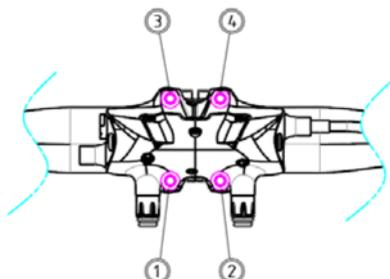
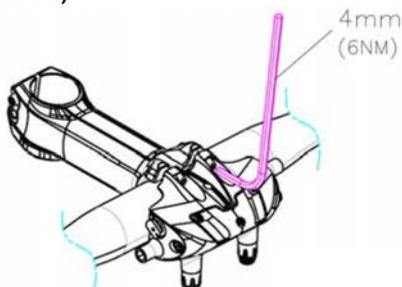

Figura E-1 Sequenza di serraggio
Figura E-2 La coppia di serraggio è 6 Nm
- Serrare i bulloni dello stelo seguendo la sequenza indicata (**Figura E-1**), la coppia di serraggio è 6 Nm (**Figura E-2**)